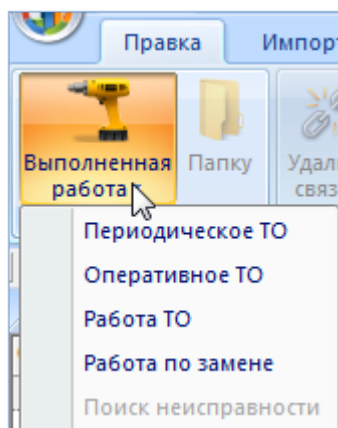

Рис. 13-473 – Панель «Создать»
- 3) Открыть окно связанных объектов «Выполненные работы» для выбранного экземпляра, нажав кнопку «Выполненные работы» панели «Связанные объекты» (рис. 13-473).